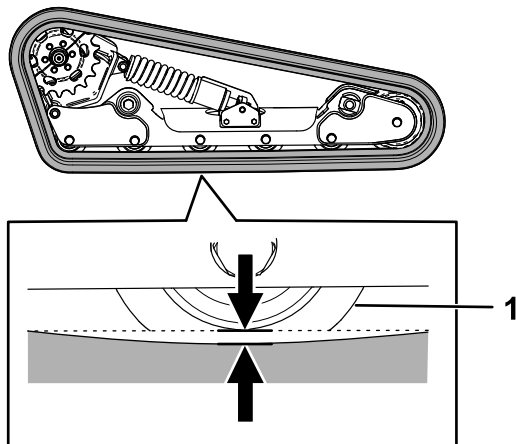

Figura 24
Sollevate/supportate 1 lato della macchina e, utilizzando il peso del cingolo, verificate che la distanza tra la parte inferiore del bordo della ruota non motrice e il cingolo sia pari a 13 mm, come illustrato nella Figura 24. In caso contrario, regolate la tensione dei cingoli eseguendo la procedura di seguito riportata.
5. Utilizzando un cricchetto di trasmissione da $\frac{1}{2}$ ", ruotate la vite di tensione fino a quando la flessione del cingolo non è pari a 13 mm, come illustrato nella Figura 24.
9. Verificate che la flessione del cingolo sia pari a 13 mm, come illustrato nella Figura 24. All'occorrenza regolate.
7. Utilizzando un cricchetto di trasmissione da ½", ruotate la vite di tensione in senso antiorario fino a quando la flessione del cingolo non è pari a 13 mm, come illustrato nella Figura 24.
12. Verificate che la flessione del cingolo sia pari a 13 mm, come illustrato nella Figura 24.